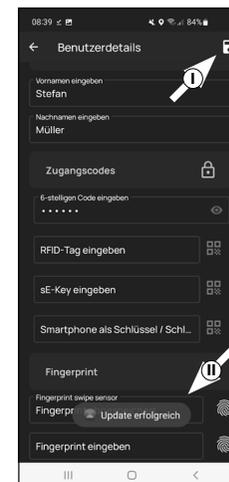

Fig. 17
8 Selezionare alla fine il pulsante in alto a destra Speichern (Salva) (I) (Fig. 17). Appare una casella informativa con la scritta “Update erfolgreich” (Aggiornamento eseguito) come conferma (II) (Fig. 17).